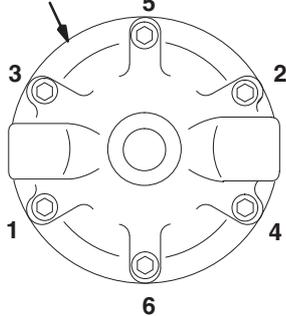

Abb. 5
5. Schottverschraubung (23) und Feder (40) vom Gehäuse des Reglers abnehmen.
6. Kugel (20), Ventilsitz (16) und Dichtung (15) entfernen. Siehe Abb. 5.
14. Die Gegenmutter (13) mit 28–47 Nm auf dem Schaftgehäuse (18) festziehen.
15. Den Ventilschaft (9), die Feder (3), die Dichtung (21) und die Sicherungsschraube (10) in das Stößelgehäuse (18) einbauen. Die Nase am Ventilstößel (9) muss dabei in den Schlitz der Schraube (10) passen.
16. Die Sicherungsschraube (10) mit 28–34 Nm (21–25 ft-lb) in das Gehäuse einschrauben.
17. Feder, Einstellschraube (12) und Kappe am Gehäuse (6) montieren. Die sechs Schrauben (1) in der in Abb. 5, **Ansicht von unten**, gezeigten Reihenfolge und mit dem angegebenen Drehmoment anziehen.
18. Die Dichtung (15), den Ventilsitz (16) und die Kugel (20) in das Gehäuse (6) einbauen.